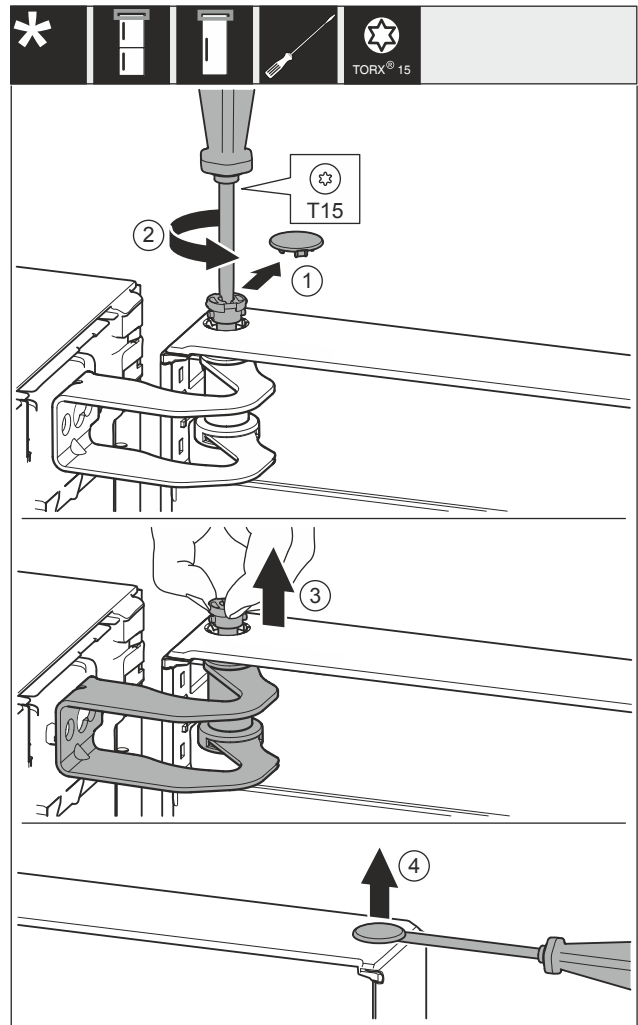

Fig. 9
- ▶ 小心地移除盖板 Fig. 9 (1)。
- ▶ 用螺丝刀拧下一枚螺栓 Fig. 9 (2)。
- ▶ 用手指拔出螺栓 Fig. 9 (3)。
- ▶ 用螺丝刀小心地抬起并移除盖板 Fig. 9 (4)。